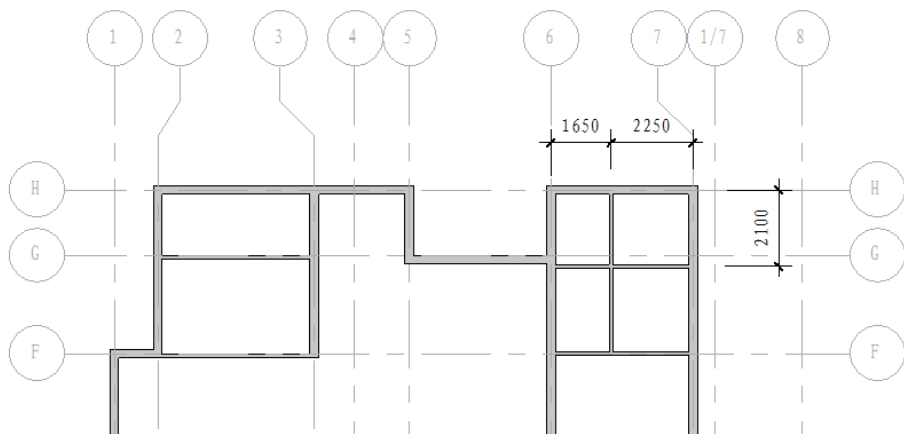

图 3-27
- 4) 单击“属性”按钮打开“图元属性”对话框，设置实例参数“基准限制条件”为“1F”，“顶部限制条件”为“直到标高 2F”，单击“确定”关闭对话框，如图 3-27 绘制 100mm 内墙。